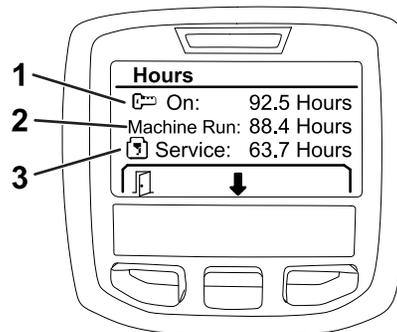

Рисунок 29
- Используйте информацию по счетчику, отображенную на экране (Рисунок 29), чтобы определить следующее: